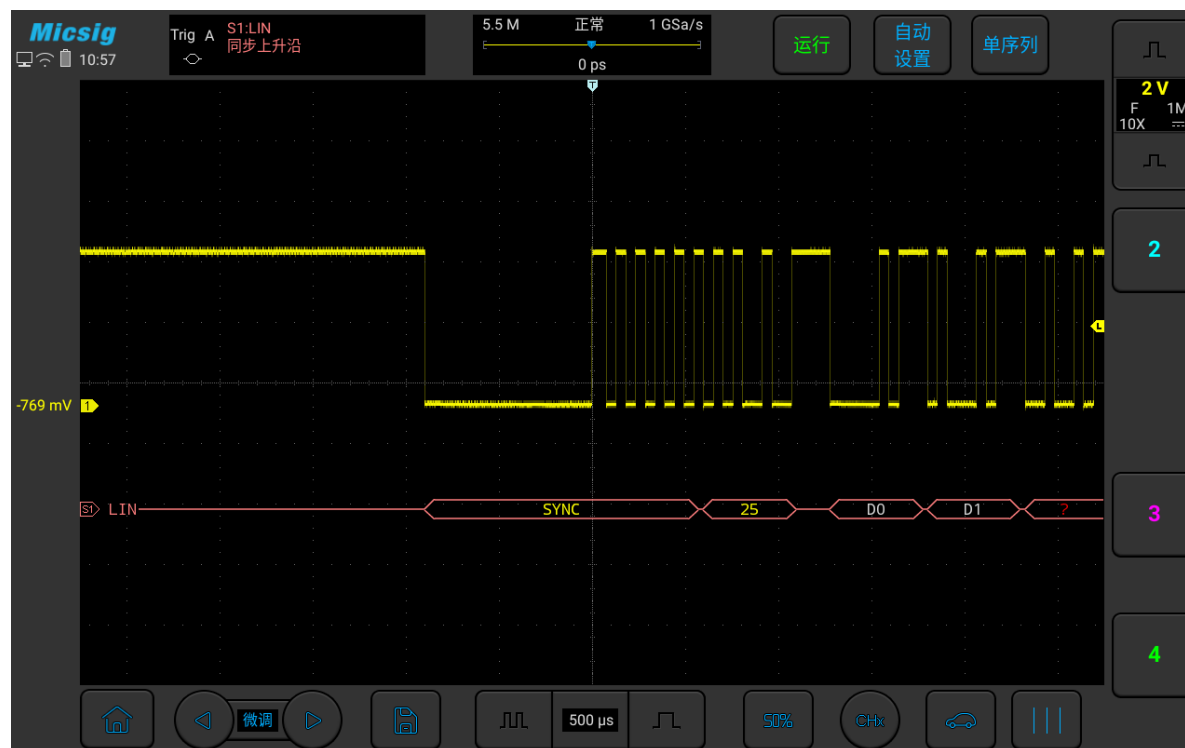

图12-12 LIN 图形界面
- （4）点按配置信息，打开解码通道阈值电平调节框，上下拖动调节框可以调节阈值电平；根据信号的幅值电平调节阈值电平使信号稳定触发。LIN 触发图形界面见图 12-12：